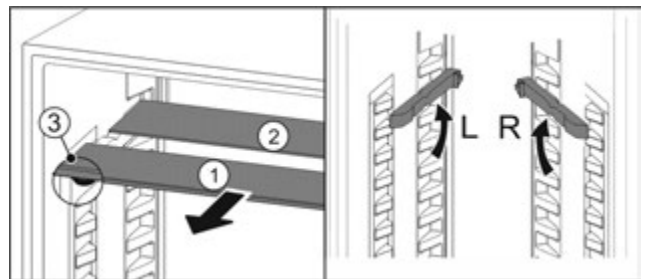

Fig. 34
- Посуньте Fig. 34 (1) скляну панель вперед.
- ▷ Скляна панель Fig. 34 (1) з декоративною планкою лежить спереду.
- ▷ Стопори Fig. 34 (3) показують вниз.